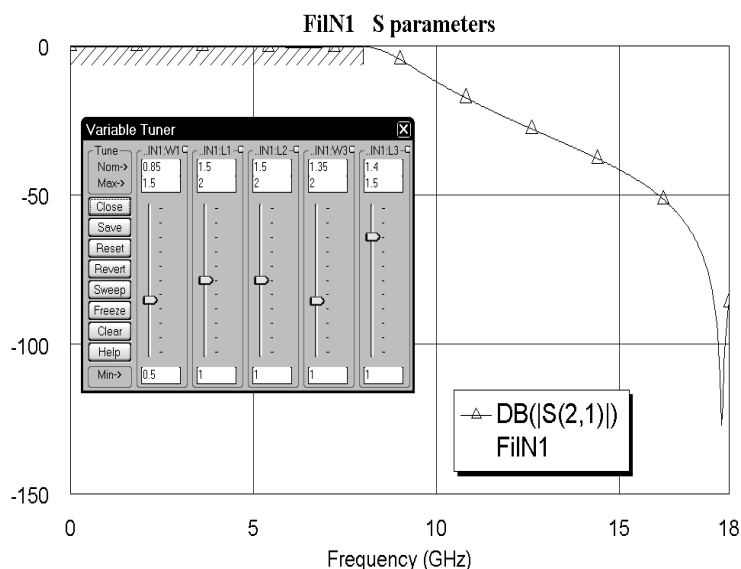

Рис. 2.14
- Двигая движки на блоке настройки, добейтесь удовлетворительной характеристики, причём полученные значения переменных округлите до пяти сотых, считая, что размер сетки в топологии предварительно выберем 0.5 мм. Полученная в результате настройки характеристика показана на рис. 2.14. Закройте блок настройки.
- Сделайте активным окно графика, на панели инструментов щёлкните мышкой по значку **Analyze**, затем щёлкните по значку **Tune**. Откроется блок настройки схемы (рис. 2.14).